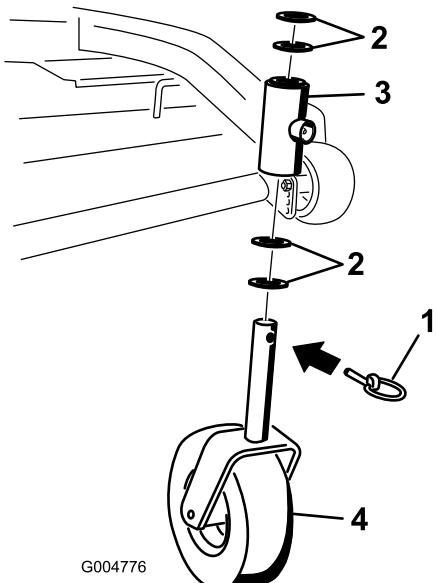

Figure 41
2. Enlevez la goupille de sécurité et la ou les entretoise(s) du haut de la chape de la roue pivotante (Figure 41).
6. Vérifiez l'usure de la chape de la roue pivotante et remplacez-la le cas échéant (Figure 41).
7. Insérez la chape dans les bagues à l'intérieur du tube de montage. Replacez la ou les entretoise(s) sur la chape et fixez-les avec la bague de retenue (Figure 41).